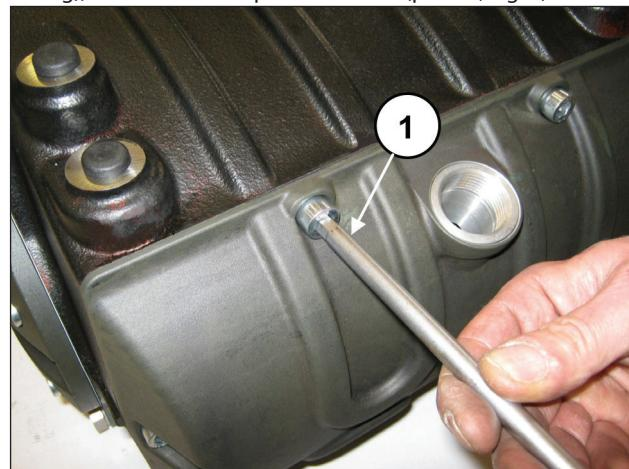

Fig. 2
Esvazie completamente a bomba do óleo, em seguida, organize a desmontagem da cobertura do cárter (e relativo O-ring), soltando os seis parafusos M10 (pos. ①, Fig. 2).